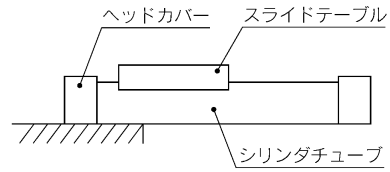

図 5. 片持ちでの取付け
- ・片持ちでの取付け（図 5 参照）はしないでください。シリンダチューブがたわむため、作動不良の原因となることがあります。